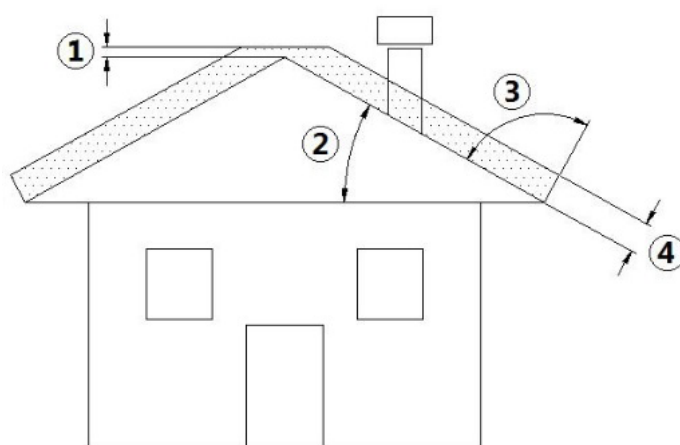

Fig. 2 - Tetto inclinato
LEGENDA Fig. 2 a pag. 7
- La quota di sbocco in atmosfera deve essere al di fuori della zona di refluxo provocata dalla conformazione del tetto o da ostacoli che si trovano in prossimità (vedi **Fig. 2 a pag. 7**).